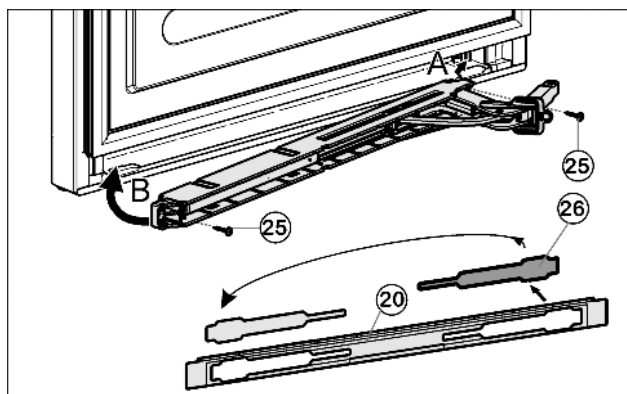

Fig. 15
- ▶ Détacher le cache Fig. 15 (26) du panneau Fig. 15 (20) et le remettre en place de l'autre côté.
- ▶ Encliqueter l'unité de l'amortisseur de fermeture avec l'articulation orientée vers la charnière (A) et bien la guider pour la repositionner (B).
- ▶ Visser l'unité d'amortisseur de fermeture à fond (2 Torx® 15) Fig. 15 (25).